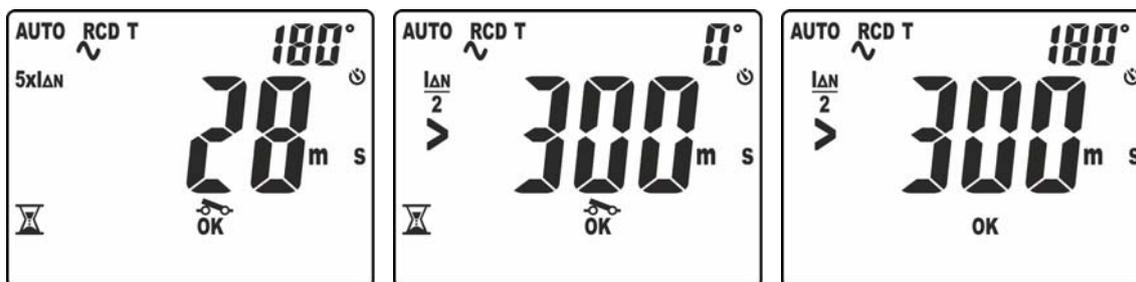

Fig. 33: Tempo de disparo no modo AUTO – Ecrã 2
13. O quarto teste é aquele que é executado com corrente de teste $5xI_{\Delta n}$ e polaridade 180° . O resultado da medição parcial é apresentado no display com indicação “OK” ou “NÃO OK” (ver Fig. 33 – parte direita). O símbolo “” intermitente indica que se deve rearmar o RCD
14. O quinto teste é aquele que é executado com corrente de teste $\frac{1}{2}I_{\Delta n}$ e polaridade 0° . O resultado da medição parcial é apresentado no display com indicação “OK” ou “NÃO OK” (ver Fig. 33 – parte central). A mensagem “>300ms” indica a saída para fora de escala do instrumento para indicar o correto não disparo do RCD nesta situação. O símbolo “” intermitente indica que se deve rearmar o RCD
15. O sexto e último teste é aquele que é executado com corrente de teste $\frac{1}{2}I_{\Delta n}$ e polaridade 180° . O resultado da medição parcial é apresentado no display (ver Fig. 33 – parte direita). A mensagem “>300ms” indica a saída para fora de escala para indicar o correto não disparo do RCD nesta situação. A indicação “OK” ou “NÃO OK” indica também neste caso o resultado final do teste